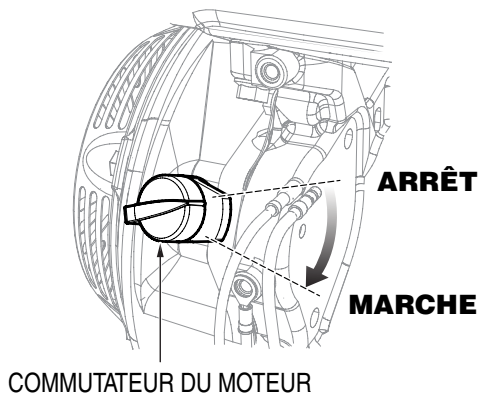

Figure 18. Commutateur de marche/arrêt du moteur (position ON)
6. Mettre le commutateur de MARCHE/ARRÊT (Figure 18) du moteur dans la position de marche **ON**.